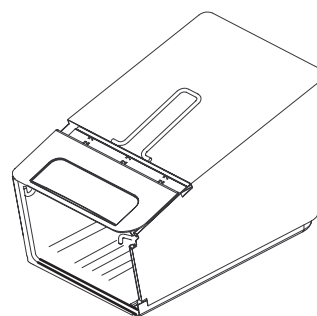

Figura 6
2. Asegúrese de que los lados de la base de la bolsa están **dentro** del bastidor de la bolsa, según muestra la Figura 6.